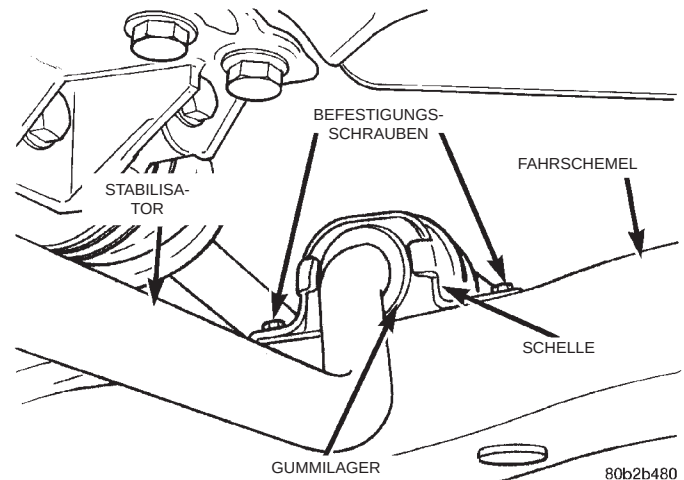

Abb. 57 Befestigung der Gummilager/Stabilisator am Fahrschemel
(12) An jeder Schelle die beiden Schrauben lösen, mit denen Schellen und Gummilager am Fahrschemel befestigt sind (Abb. 57).
(13) Schellen und Gummilager vom Stabilisator abbauen (Abb. 57).
(6) Schellen auf die Gummilager am Stabilisator montieren (Abb. 57).
(7) Schellen der Gummilager mit den Bohrungen im Fahrschemel ausrichten. Die vier Schrauben (zwei pro Schelle) eindrehen und mit einem Anzugsmoment von 61 N·m (45 ft. lbs.) festziehen (Abb. 57).